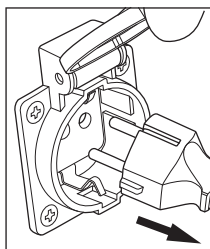

рис. 12
2. Отключите потребители электроэнергии от розеток, расположенных на панели генератора. Переведите прерыватели цепи переменного тока в положение «ВыКЛ» (рис. 12).